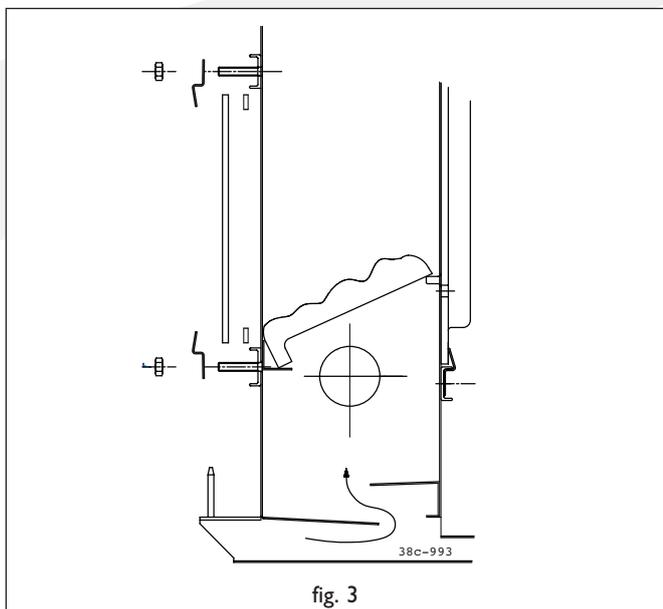

fig. 3
- Placez soigneusement les nouveaux charbons sur le support dans la chambre de combustion (fig. 3)